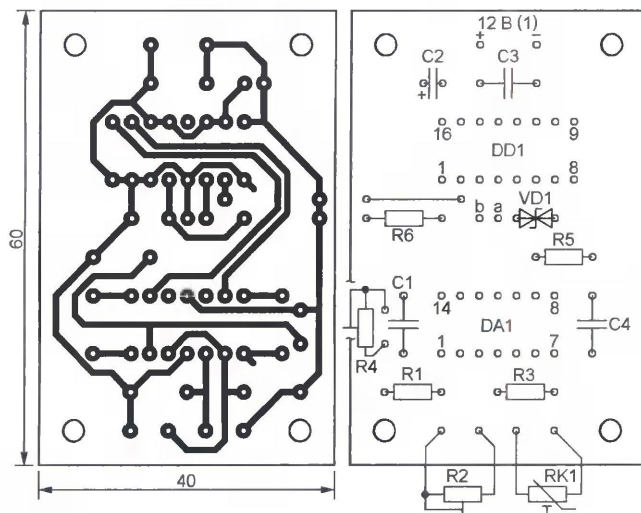
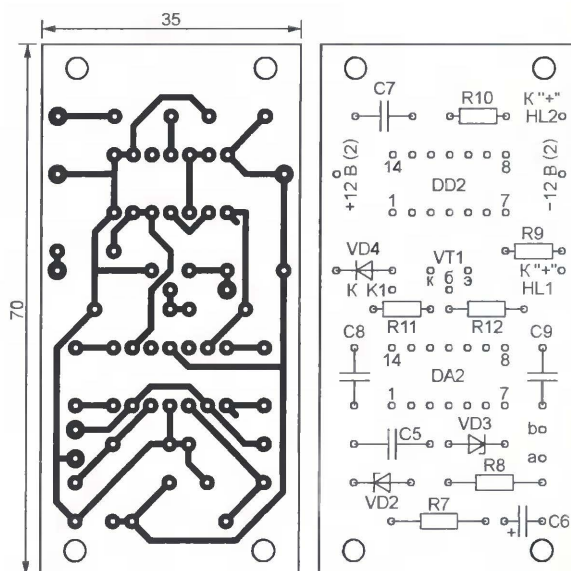

Рис. 2
Рис. 3
Печатные платы узлов измерения и индикации изображены соответственно на рис. 2 и рис. 3. Напряжение питания 12 В (2) лучше подавать от батареи, например аккумуляторной, и ее же напряжением питать звуковой сигнализатор. Это обеспечит подачу аварийного сигнала даже при отсутствии напряжения в сети.